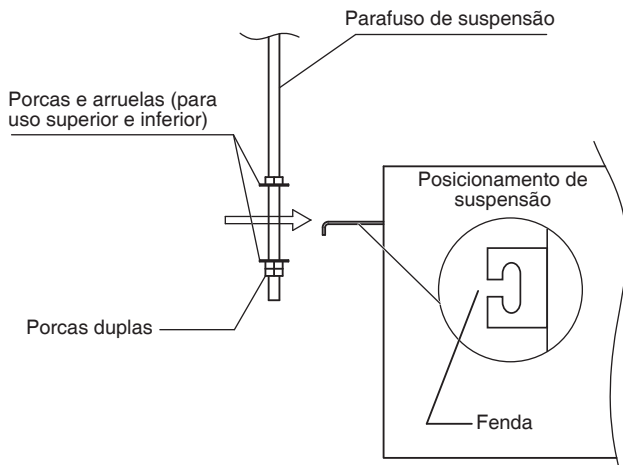

Fig. 3-5 53
- (3) Passe as 3 porcas hexagonais e 2 arruelas (fornecimento local) para cada um dos 4 parafusos de suspensão (Figs. 3-5 e 3-6).